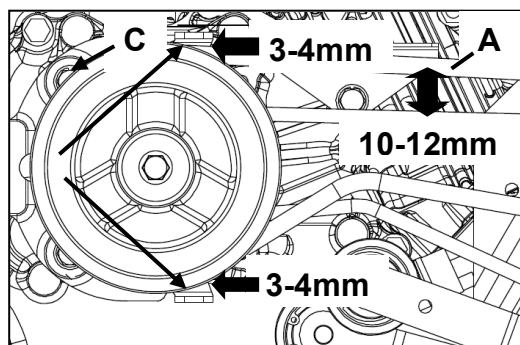

Figure 22
- Poussez la courroie avec le doigt (A, Figure 22). La courroie doit se déplacer de 10 à 12 mm. Si la courroie ne bouge pas en conséquence, effectuez à nouveau un « fil de tension ».
- Vérifiez que les guides de courroie (B, Figure 22) sont proches de 3 ou 4 mm de la courroie de serrage.
- Si nécessaire, ajustez les guides de courroie comme suit : dévissez le boulon (C, Figure 22) et réglez les guides de courroie selon les besoins, puis revissez le boulon.